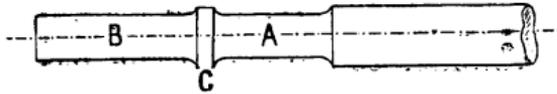

Fig. 146.
**Collet** (fig. 146). — Partie C, qui fait saillie sur une portée B ou sur un tourillon A d'un arbre ou d'un axe. Les collets ont pour but de s'opposer